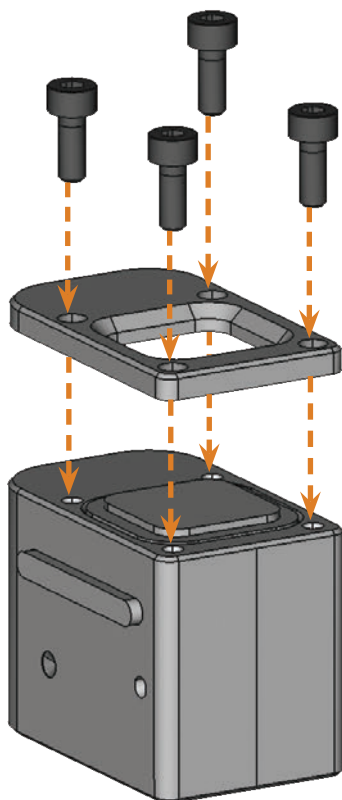

FIG. 47: ASSEMBLAGGIO DEL BLOCCO MAGAZZINO UTENSILI
- M6. Riapplicare la copertura sul magazzino utensili e avvitare saldamente con le viti allentate nella fase M4 (↪ Fig. 47).